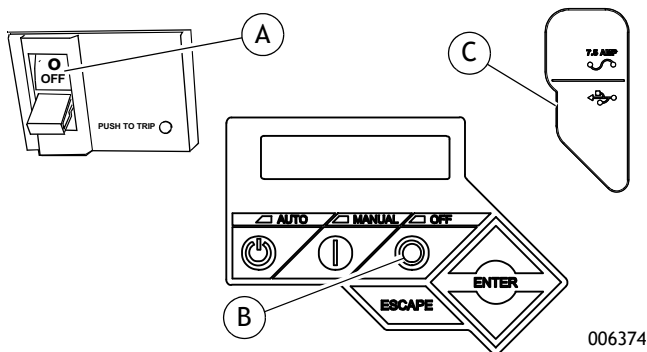

Рисунок 5-5. Панель управления генератором
2. См. Рисунок 5-5. Установите MLCB (выключатель генератора) в положение OFF (OPEN) (ВЫКЛ (РАЗОМКНУТ)) (А).